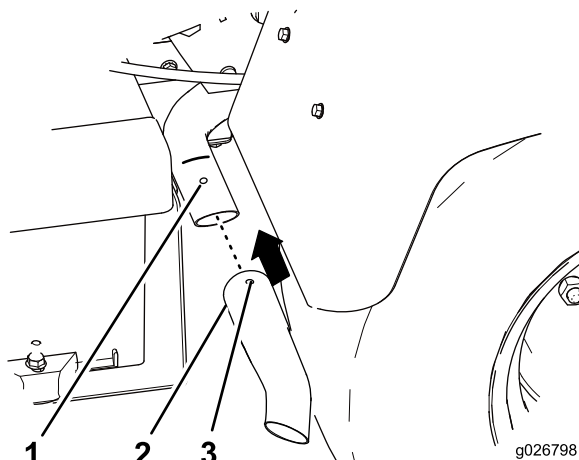

Figura 3
6. Fate scivolare la relativa estensione sul tubo di scappamento della macchina e allineate i fori nei tubi (Figura 3).